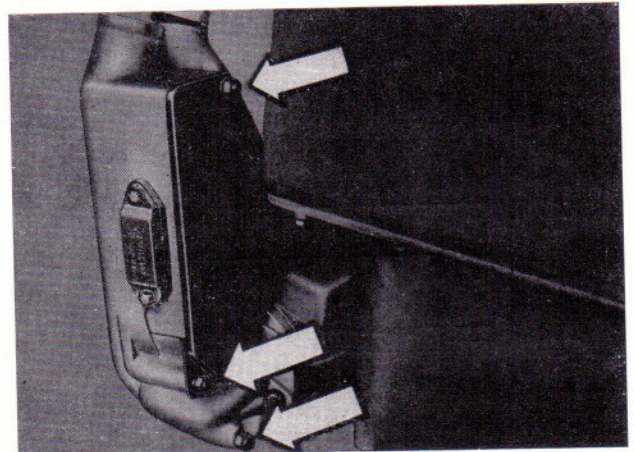

Bild 136
- Heizelement (vorn) und Deckel aufsetzen und mit dem Heizelement (hinten) verschrauben (Bild 136).